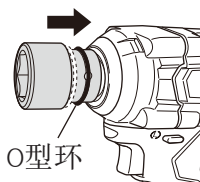
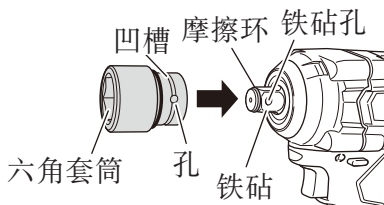

图12
图13
(3) 确保销不会脱落后，将O型环装在套筒的凹槽上。（图12，图13）